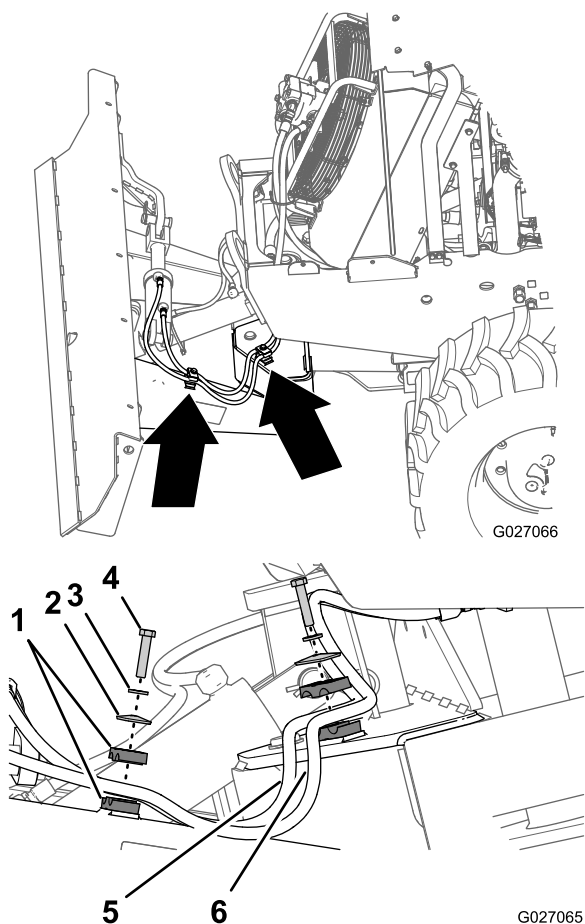

Figura 44
8. En la tuerca soldada del brazo de elevación izquierdo, sujete las mangueras con 2 abrazaderas, un perno (3/8 x 1-3/4 pulgada) una arandela (3/8 pulgada) y una chapa de cierre (Figura 44).
9. En la tuerca soldada de la chapa superior del bastidor de giro, sujete las mangueras con 2 abrazaderas, un perno (3/8 x 1-3/4 pulgada) una arandela (3/8 pulgada) y una chapa de cierre (Figura 44).
Nota: Asegúrese de que hay holgura en las mangueras entre las abrazaderas del brazo de elevación y el bastidor de giro (Figura 44).